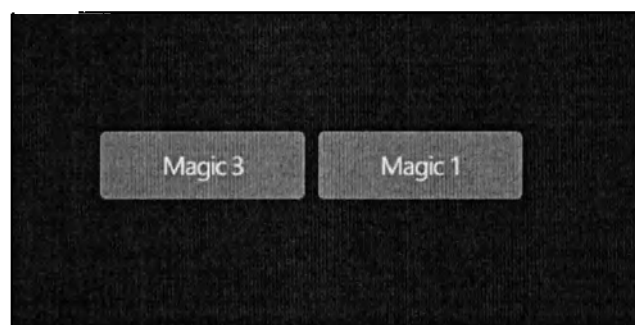

Рис. 3.32 – Основное меню программы
3.6.7 После включения Прибора выберите интересующий Вас модуль, нажав соответствующие клавиши в основном меню программы (рис. 3.32).